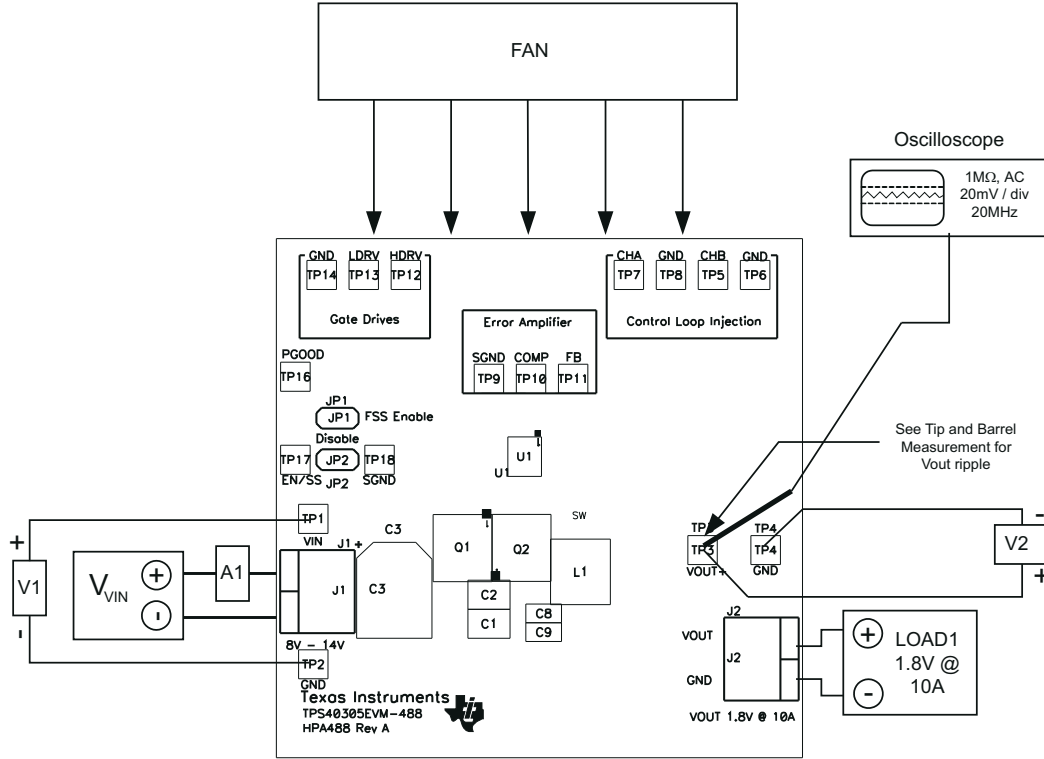

图 5-1. TPS40305EVM-488 建议测试设置
8. 按照图 5-1 所示放置风扇并将其打开，确保将空气直接吹过评估模块。